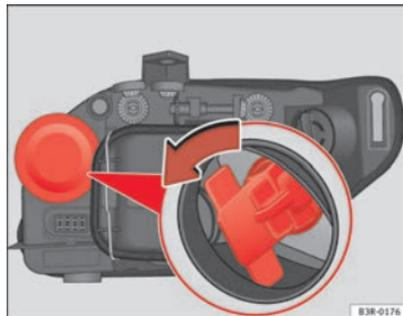

Fig. 205 Lâmpada das luzes indicadoras de mudança de direcção
- Extraia o porta-lâmpadas agarrando-o pela pega e rodando no sentido anti-horário ⇒ fig. 205.